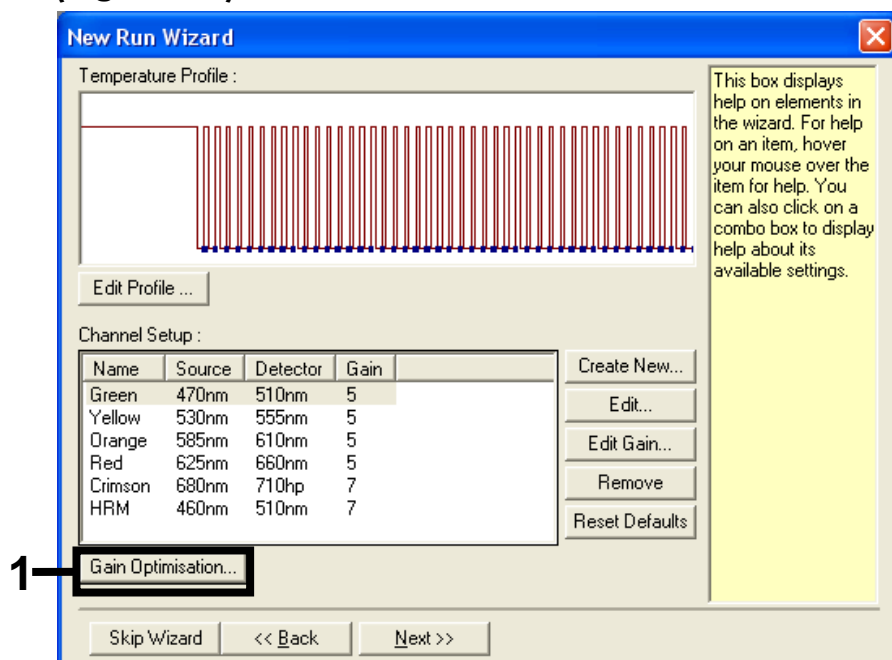

Figura 10. Otimização de aquisição de dados.
13. Na caixa de diálogo seguinte, clique no botão "Gain Optimisation" (Figura 10).